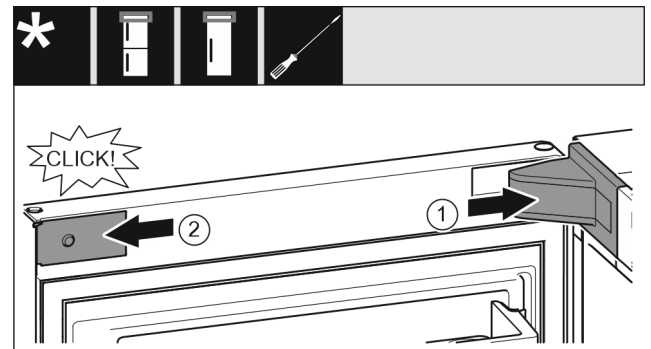

Fig. 24
- ▶ Uždėkite atraminės gembės dengiamąją plokštelę Fig. 24 (1) ir užfiksuokite, prireikus atsargiai išspauskite.
- ▶ Uždėkite ir užfiksuokite apdailos skydelį Fig. 24 (2) šone.